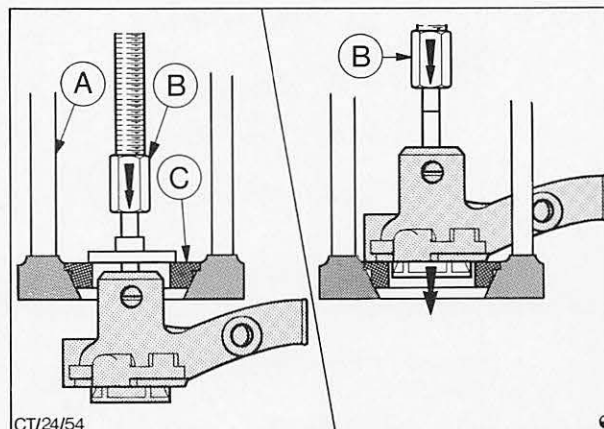

Abb. 22 Nabe – Riemenscheibe abpressen/Lagerwelle komplett herauspressen
1. Nabe – Riemenscheibe am Halbring C, Abb. 22, (geeigneten Halbring in Presse eingesetzt) abstützen und Lagerwelle mit Pumpe komplett herauspressen.
2. Pumpengehäuse abstützen und Lagerwelle mit Dichtring und Schaufelrad komplett herauspressen, Abb. 22.